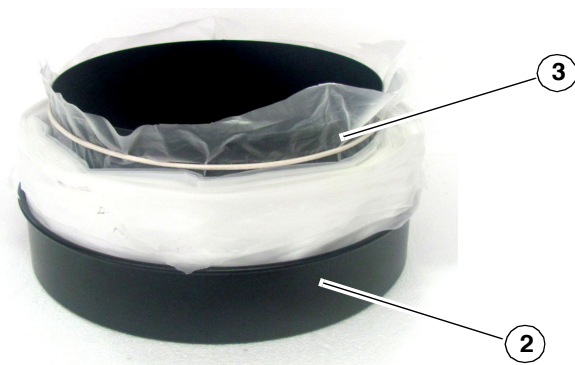

Abb. 17: Befestigung des Sammelbeutels
Schritt 2: Ziehen Sie den oberen Teil des Sammelbeutels (B) hoch und befestigen Sie ihn mit dem Gummiband mit dem Gummiband (Pos. 3, Abb.17)
Schritt 3: Setzen Sie den Aufsatz (Pos. 2, Abb.16 bzw. Abb. 17) über den Tank (Abb. 18).